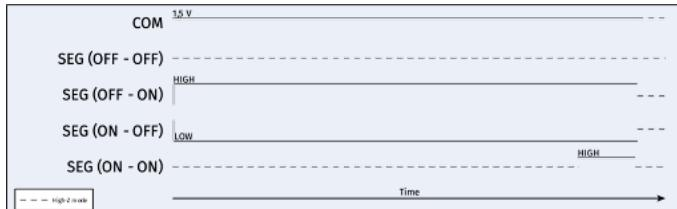

Figure 9. Ce processus de commande permet de mettre à jour l'afficheur en une seule étape.
Cette technique de commande actualise l'afficheur en une seule étape (figure 9). Les segments sont activés et désactivés en même temps. Cela est possible en réglant la tension de l'électrode commune à une valeur comprise entre le niveau bas (LOW) et le niveau haut (HIGH), typiquement  $\pm 1,5$  V pour un système fonctionnant à 3 V, mais qui peut aussi être, par exemple,  $\pm 1$  V pour un système fonctionnant à 2 V. Ainsi, il est possible d'appliquer simultanément une tension positive et une tension négative aux segments respectifs. Une impulsion de rafraîchissement plus courte est nécessaire sur les segments qui doivent être maintenus à l'état haut (ON). La séquence se termine par le réglage de toutes les sorties en haute impédance (High-Z) pour maintenir l'état.